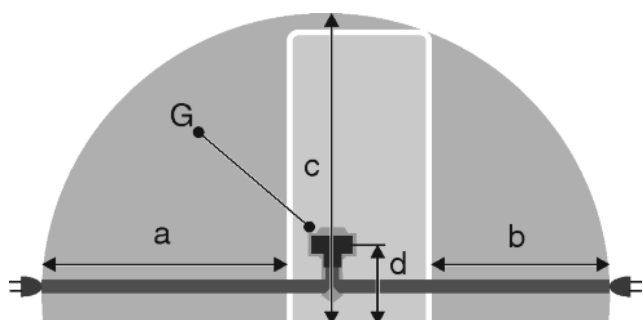

Fig. 22
- Gniazdo znajduje się poza tylną częścią urządzenia w podanym obszarze *Fig. 22 (a, b, c)*.
- ▶ Wtyczkę urządzenia *Fig. 22 (G)* podłączyć z tyłu urządzenia. Zwrócić uwagę na prawidłowe zażebienie.